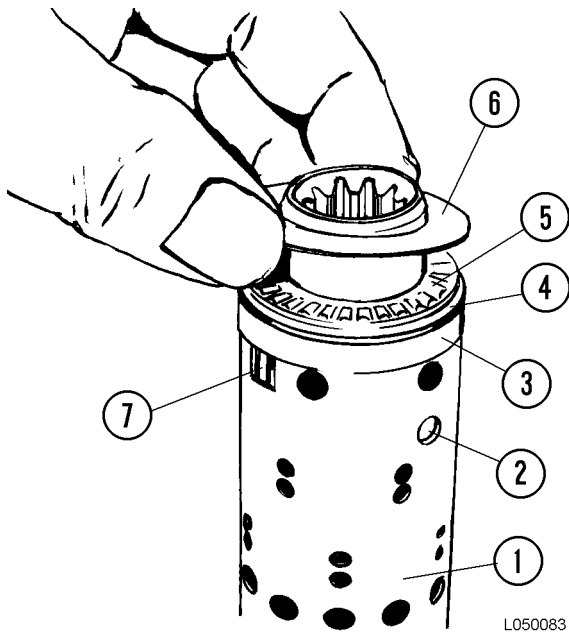

FIGURA 5-10. INSTALACIÓN DEL RODAMIENTO
6. Con los resortes de posición neutra (7, Figura 5-10) centrados en el carrete y la camisa, instale el anillo (3), la carrera del rodamiento trasero (4), el rodamiento de empuje (5) y la carrera del rodamiento delantero (6), en ese orden. El biselado en el rodamiento trasero debe quedar mirando desde el rodamiento.